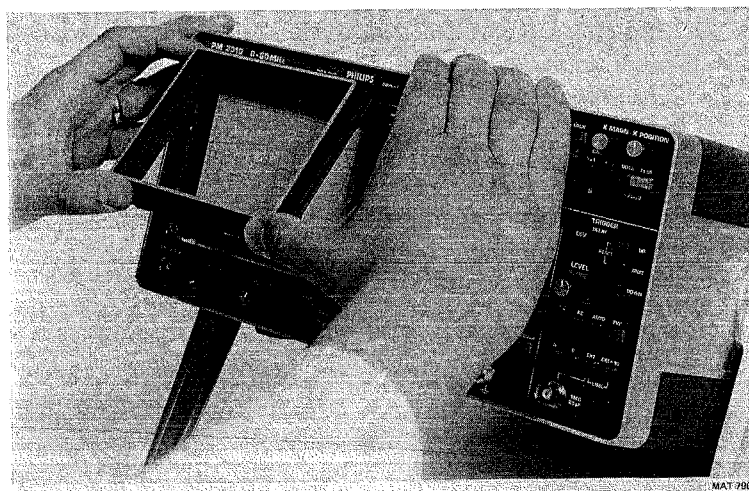

Fig. 3.28.
- Prendre les coins inférieurs de la visière et la déposer du panneau avant par légère traction (Fig. 3.28).